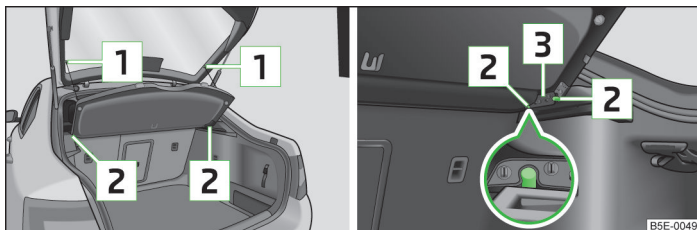

Fig. 57 Desmontar/montar la cubierta del maletero
- Desenganchar las cintas de sujeción 1 » fig. 57.
- Colocar los alojamientos en la cubierta 3 » fig. 57 sobre los soportes 2 en el revestimiento lateral.
- Los alojamientos de la cubierta 3 » fig. 57 deben estar encastrados en los soportes del revestimiento lateral 2.